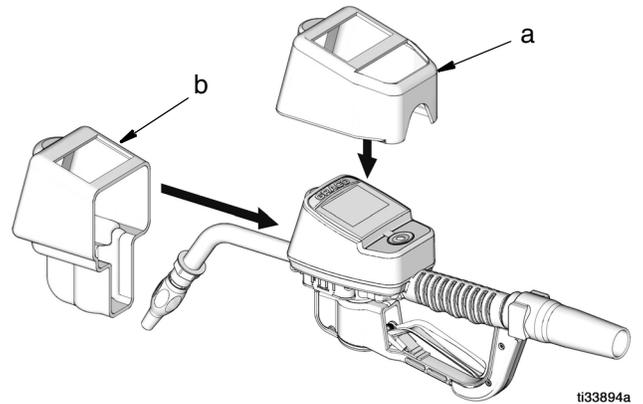

图 6
1. 将挡板护罩 ( a ) 安装在流量计挡板上，如图 6 所示。
2. 然后将外壳护罩 ( b ) 安装在喷嘴/延伸部分上方，并安装到流量计和挡板护罩 ( a ) 上，如图 6 所示。